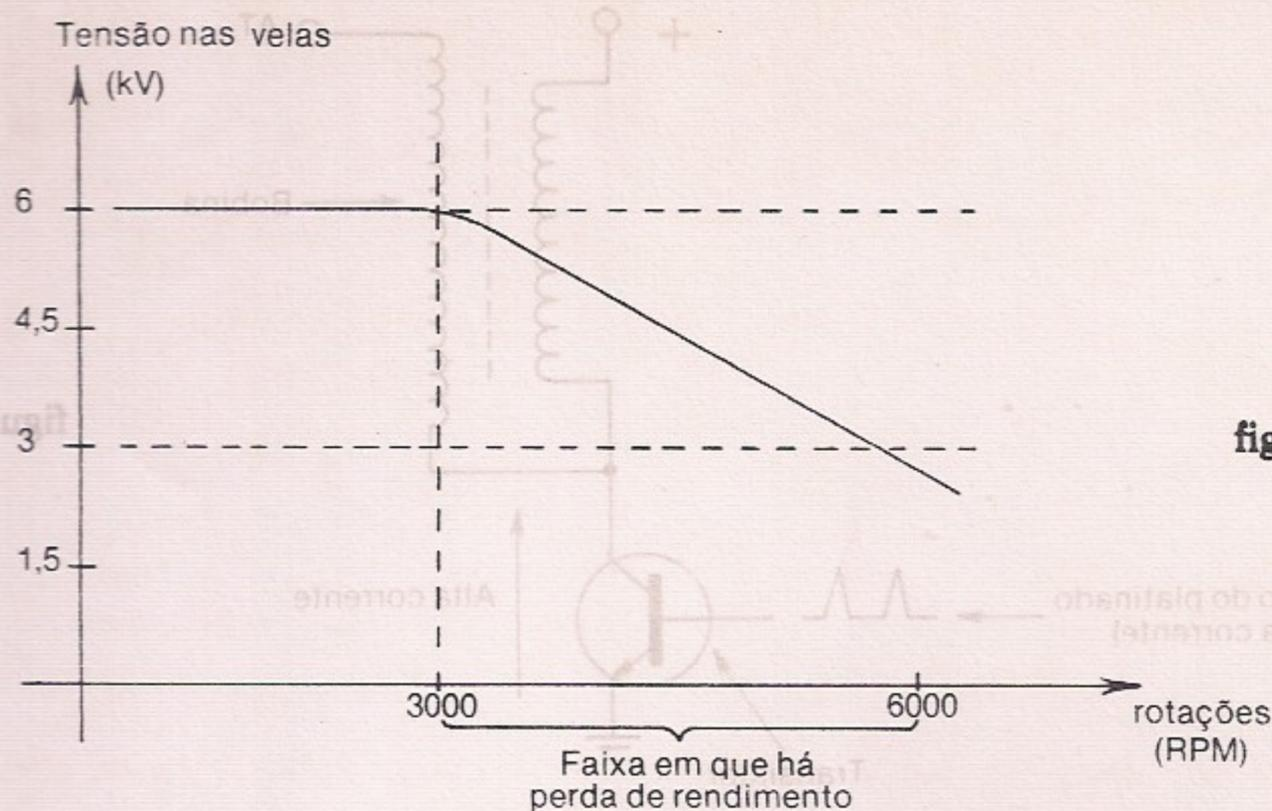

figura 5
- O primeiro fator que influi na economia de combustível é que a faísca deve ter sempre a mesma intensidade, qualquer que seja a rotação do motor, ou seja, tanto em marcha lenta como em alta velocidade. Entretanto, tanto devido à resistência dos contactos do platinado como à indutância da bobina, a tendência do sistema é reduzir a intensidade e duração da faísca nas altas rotações. O gráfico da figura 5 mostra aproximadamente o que acontece com um motor comum.